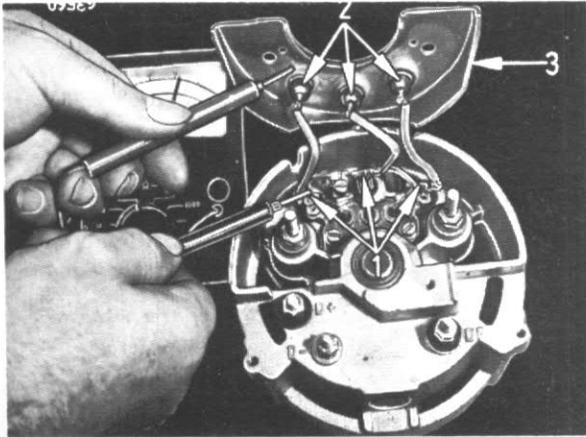

Figure 50
Pour les tests, voyez les figures 50 et 52.
Lorsque vous testez les diodes, assurez-vous que la plaque de refroidissement (3) fig. 50 ne touche pas le carter côté bagues collectrices.